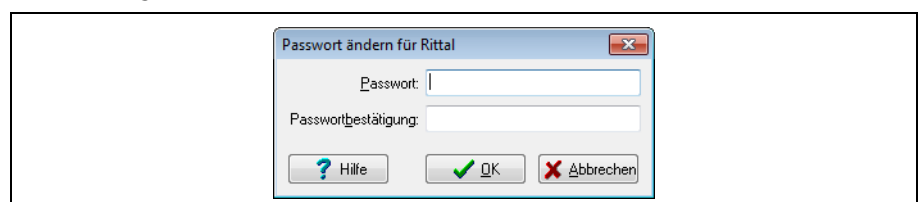

Abb. 43: Dialog „Passwort ändern für XXX“
- Drücken Sie die Taste [4]. Der Dialog „Passwort ändern für XXX“ erscheint (Abb. 43).